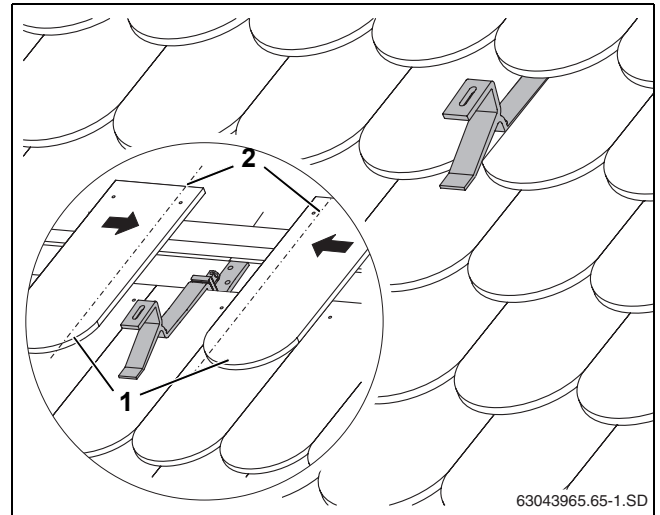

Bild 19 Dachhaken mit eingedecktem Dach
- ▶ Die anliegenden Biberschwanz-Ziegel (Bild 19, [1]) (gestrichelte Linie, Bild 19, [2]) zuschneiden.